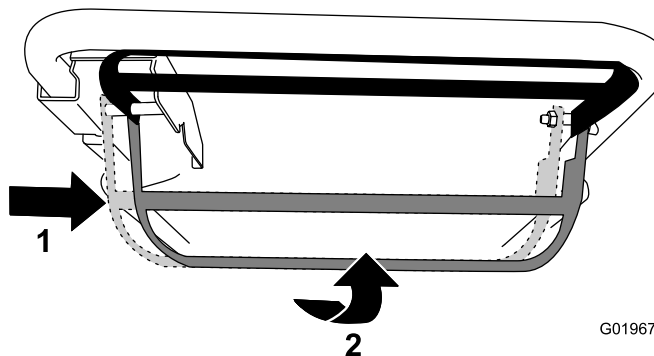

Figura 14
- **Para activar la autopropulsión y la cuchilla:** Mueva la barra de control de la cuchilla a la derecha hasta que haga tope, y levántela hasta el manillar (Figura 14).